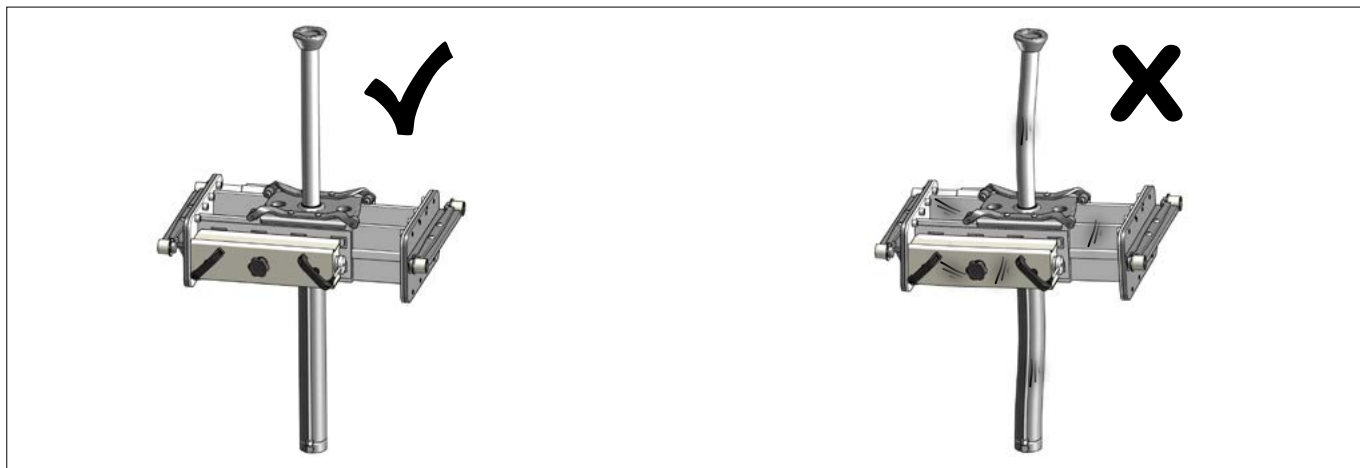
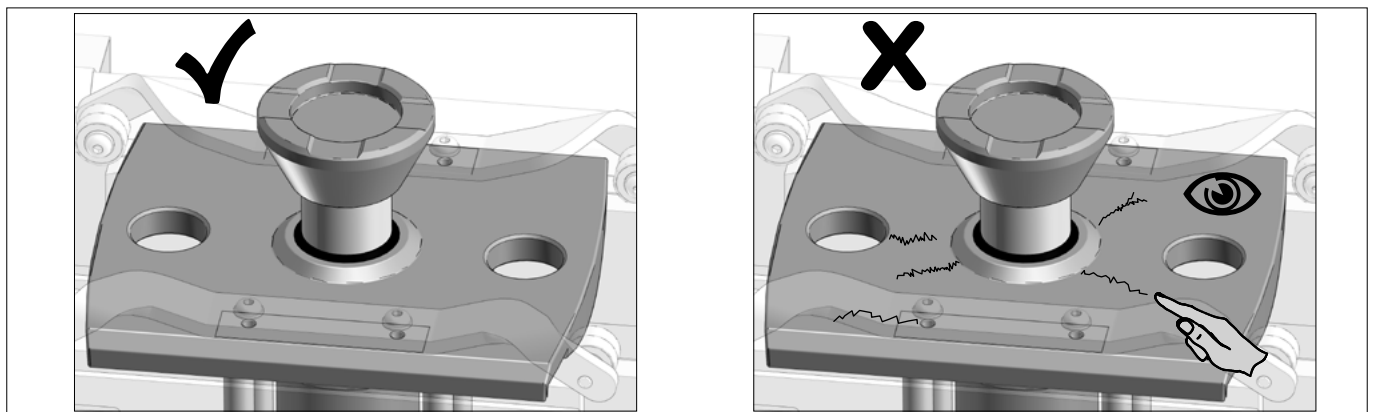

Fig.47
Fig. 52
- Skader (Fig.47) og unormalt slid (Fig.52), (Fig.54)
- Damage (Fig.47), wear and tear (Fig.52), (Fig.54)
- Schäden (Fig.47) und ungewöhnliche Abnutzung (Fig.52), (Fig.54)
- Dommages (Fig.47) et usure (Fig.52), (Fig.54)
- Slitage (Fig.47), (Fig.52), (Fig.54)
- Vauriot (Fig.47) ja yleinen kuluminen (Fig.52), (Fig.54)
- Schade (Fig.47) en slijtage (Fig.52), (Fig.54)
- Daños (Fig.47) y desgaste (Fig.52), (Fig.54)
- Повреждений (Fig.47) и износа (Fig.52), (Fig.54)
- Danni (Fig.47) e usura (Fig.52), (Fig.54)